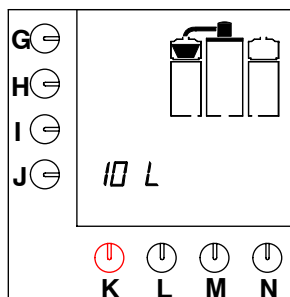

Fig. 9 Periodo de goteo
- Tan pronto como se ha llenado el contenedor de café, el display muestra intermitentemente el cestillo de filtro durante el periodo de goteo, ver fig. 9.
- Se enciende el piloto indicador. El display mostrará los ajustes vigentes por estándar, ver fig. 9 .